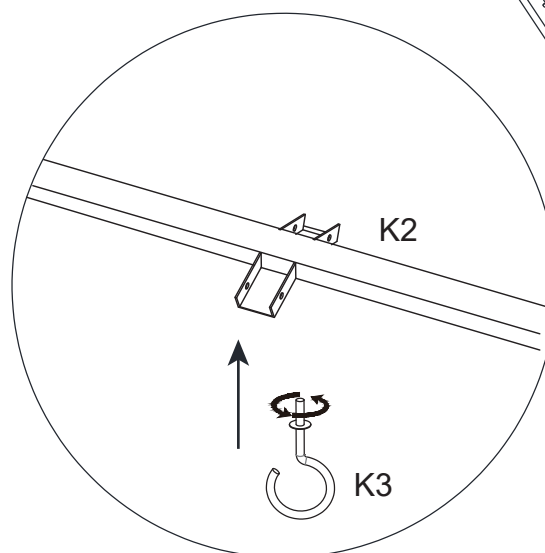

Figure 10-2
10.2 Fixer le crochet d'évent de toiture (K3) au support central d'évent de toiture (K2). Voir la figure 10.2.